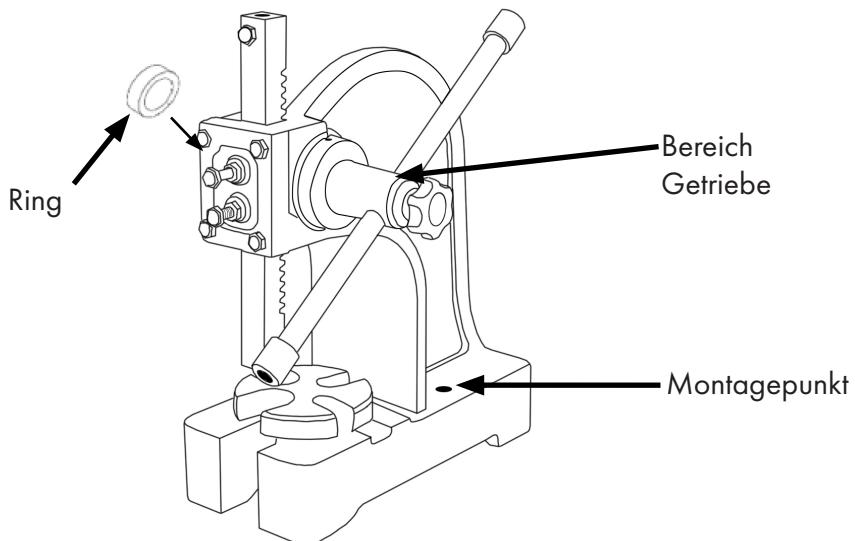

Abbildung 2
- Setzen Sie das Zahnradteil des Griffes in die Seite der Dornpresse ein, wie in Abb. 2 gezeigt
- Schieben Sie den Ring auf das vorstehende Ende des Zahnrads, wie in Abb. 2 gezeigt